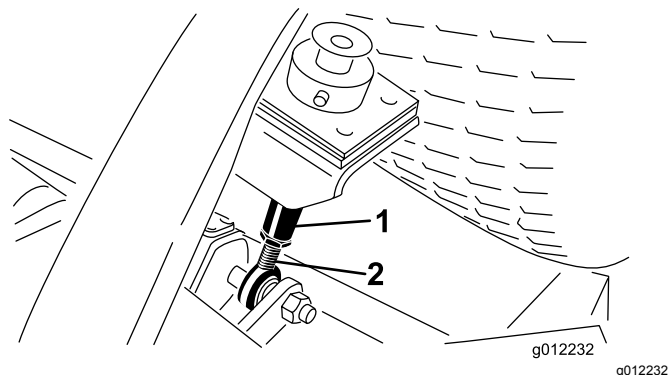

Figure 12
8. Desserrez les écrous de blocage en bas des tiges de réglage de hauteur de coupe (Figure 12).